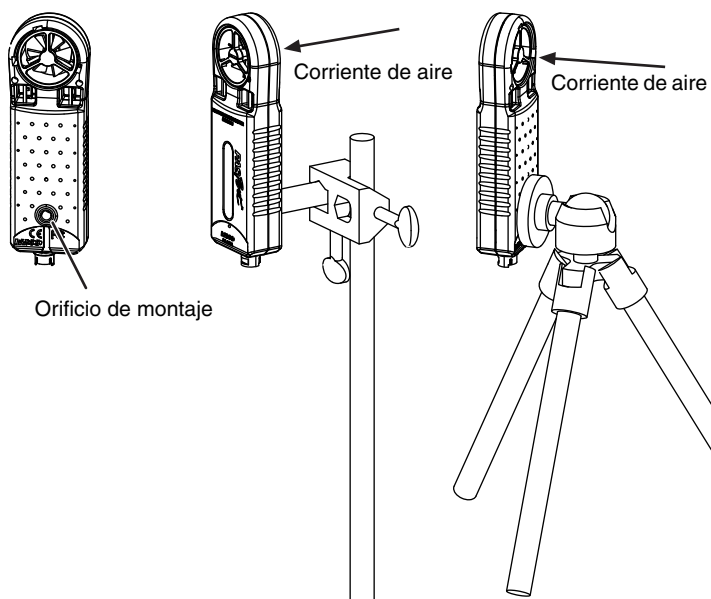

Figura 1 : Opciones de montaje y dirección del flujo de aire
- Opcional: Monte una varilla roscada de 1/2" (p.e. CI-9874) o un trípode en el orificio de montaje en la parte posterior del sensor, como se ilustra (Figura 1).
- Mantenga (o monte) el sensor verticalmente, de modo que el aire fluya por la parte trasera de la turbina de viento (Figura 1).